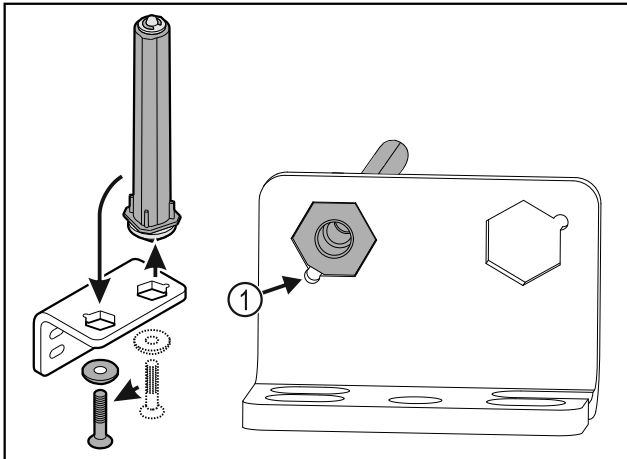

Fig. 37
- ▶ Varmista, että pultin viiste Fig. 37 (1) osoittaa pyöreää aukkoa kohti, kun se asetetaan paikalleen.